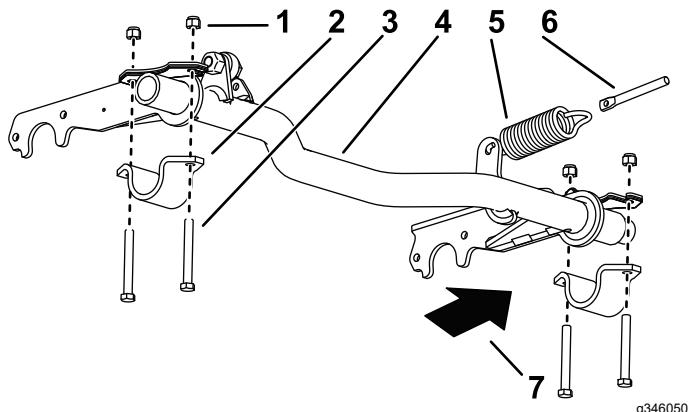

Figura 5
1. Collegate la molla di trazione alla leva della molla sul tubo orientabile e all'asta della molla (Figura 5).
2. Montate, senza serrarla, la staffa del tubo orientabile sul lato destro (Figura 5).
3. Fate scorrere l'estremità destra del tubo orientabile nella relativa staffa di destra (Figura 5).
5. Sollevate il lato sinistro del tubo orientabile, avvicinandolo al telaio, e montatelo con una staffa mediante 2 bulloni ($\frac{3}{8}$ " x 3") e 2 dadi di bloccaggio ($\frac{3}{8}$) (Figura 5).